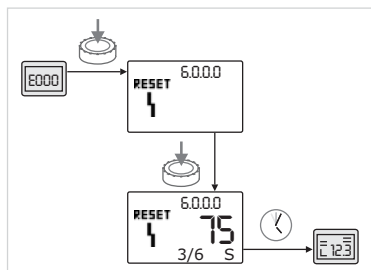

Fig. 50: Fehlertyp B quittieren (X < Y)
-  • Ist das aktuelle Vorkommen des Fehlers kleiner als das Maximalvorkommen (Fig. 50):